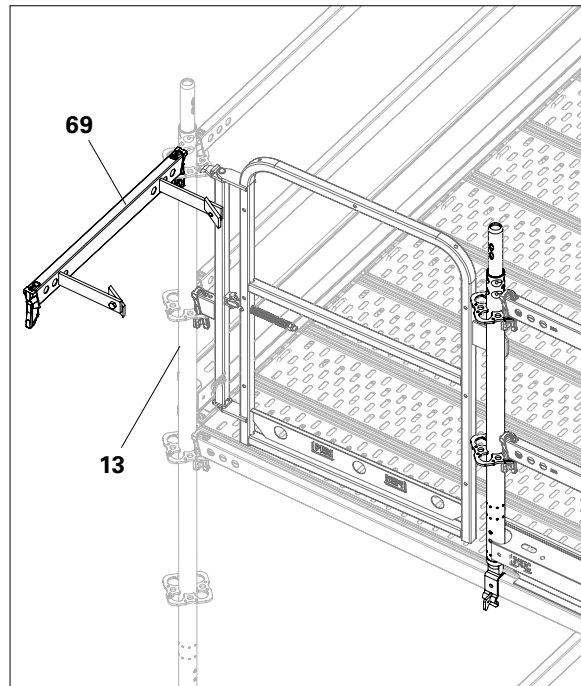

Abb. A9.11
1. Leiteranschlüsse UAC- 2 (**69**) an drehsteifen Vertikalstielen (**13**) in Rosetten stecken und Keile festschlagen. (Abb. A9.11)